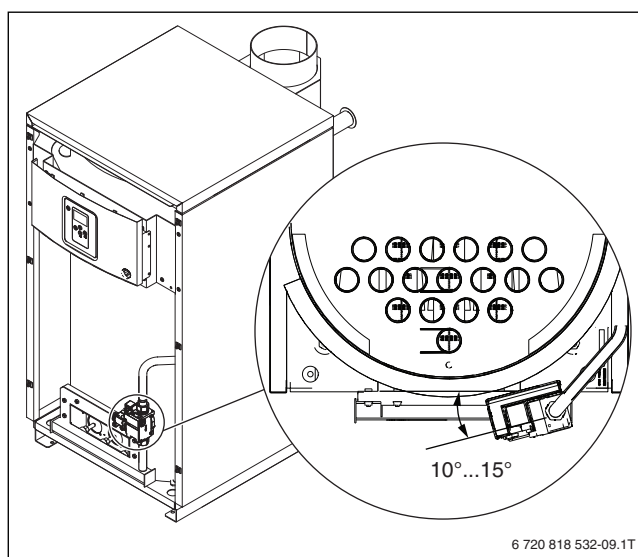

Рис. 40 Расположение газового клапана и блока коммутации для версии 50кВт
**! Внимание !** (для 50кВт) В процессе монтажа газового клапана оснащенного пластиковым блоком коммутации не допускаются механические повреждения. Расположение клапана с пластиковым блоком коммутации обеспечить в соответствии с рис. 40 угол 10-15° между клапаном и фланцем.